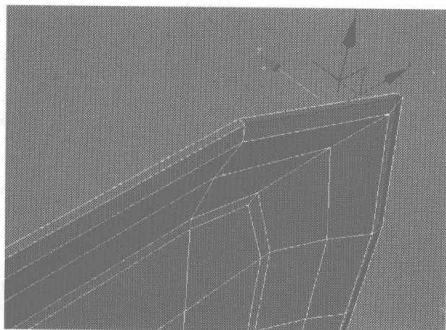
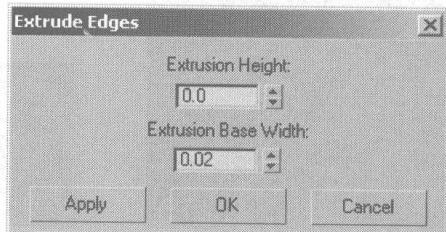

图 4.100
图 4.101
- 40** 选择显示屏上外边框如图 4.100 所示的边线，在 Selection 卷展栏中单击 **Loop** 按钮，选择其循环的曲线，在 Edit Edges 卷展栏中单击 **Extrude** 右侧的小按钮，在弹出的对话框中设置挤压参数，如图 4.101 所示。